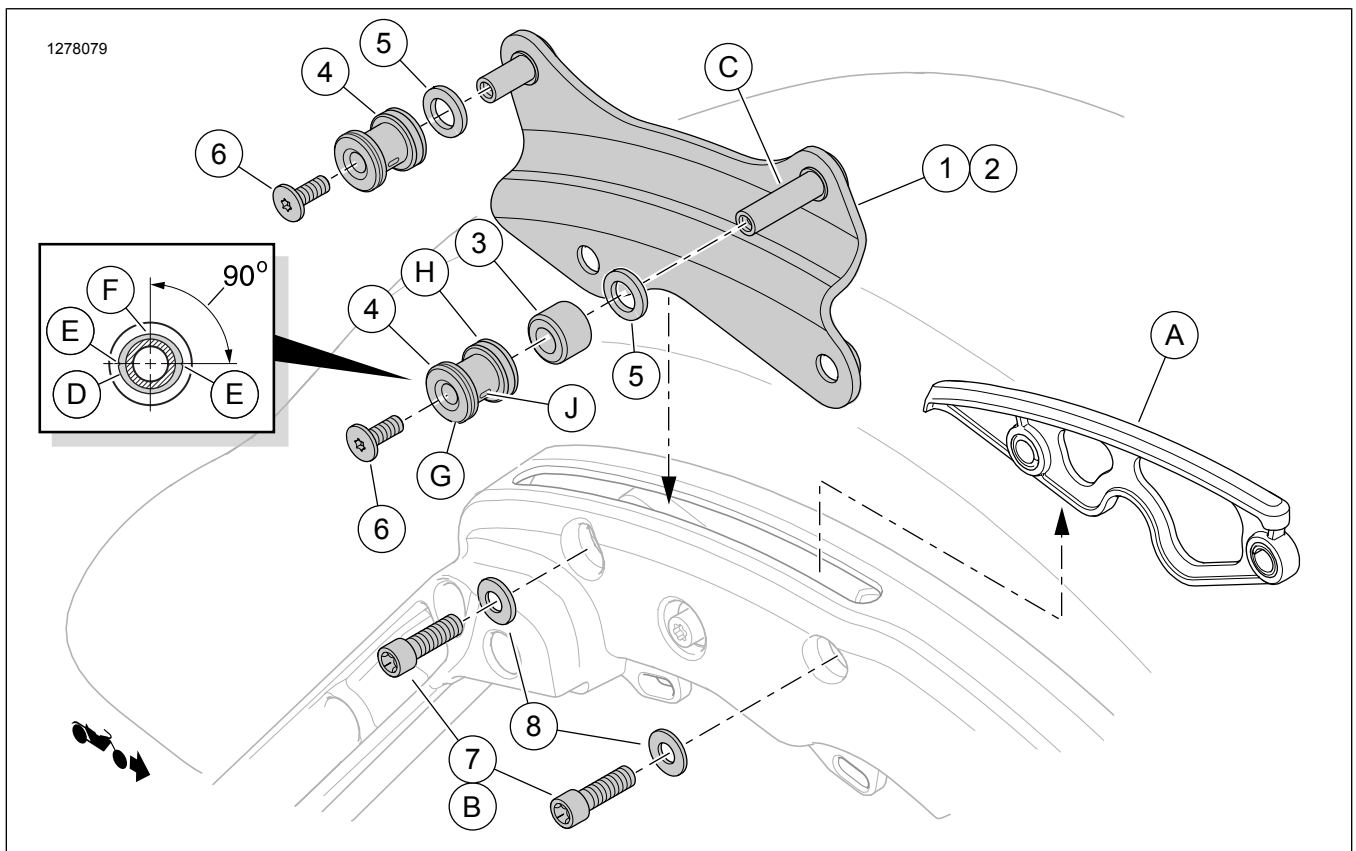
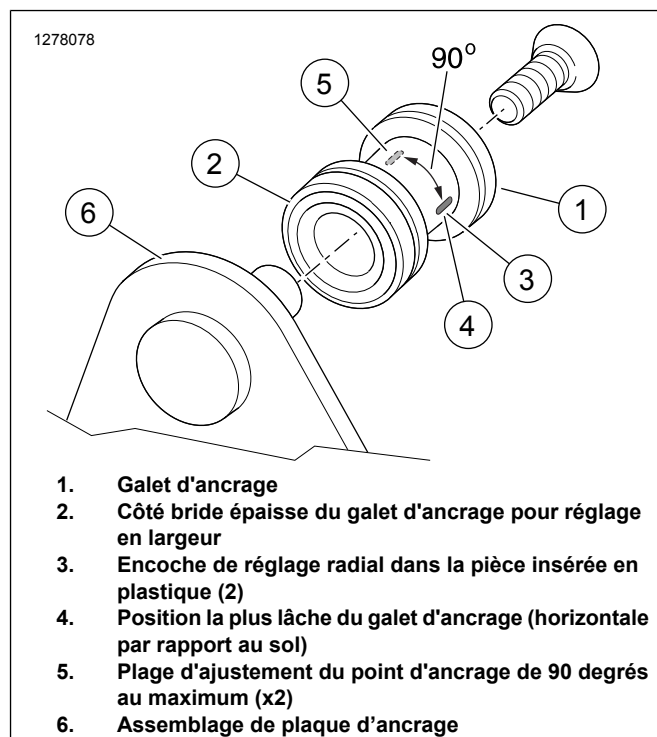

Figure 1. Contenu du kit : Kit de matériel d'ancrage amovible à quatre points d'ancrage réglables
Figure 2. Installation du galet d'ancrage
- Voir Figure 1 . Retirer les deux vis (B) du support de sacoches de chaque côté.
- Soulever les ajouts de cache-fente (A) des emplacements.
Voir Figure 1 . Ne pas installer les entretoises de réglage en largeur (5) à ce stade.
- Installer une entretoise (3) sur la goupille longue (C) de chaque plaque d'ancrage.
- Glisser un point d'ancrage (4), la partie **épaisse (H)** en premier, sur chaque goupille de plaque d'ancrage.
- Installer les vis (6) dans les goupilles de plaque d'ancrage.
- Voir Figure 2 . Tourner chaque point d'ancrage de manière à positionner les encoches à l'horizontale (4).
Voir Figure 2 .
- b. Voir Figure 1 . Retirer la vis (6) et le galet d'ancrage (4) des quatre goupilles de plaque d'ancrage.
- d. Appliquer 2 ou 3 gouttes de frein filet sur le filetage de chaque vis (6). Poser les vis.
- e. Voir Figure 2 . Tourner chaque point d'ancrage de manière à positionner les encoches à l'horizontale (4). Serrer les vis jusqu'au blocage.
- a. Voir Figure 1 . Retirer tous les composants des quatre goupilles de la plaque d'ancrage.
- b. Installer les entretoises de réglage en largeur (5) sur chaque galet d'ancrage.
- c. Installer une entretoise (3) sur la goupille longue (C) de chaque plaque d'ancrage.
- e. Appliquer 2 ou 3 gouttes de frein filet sur le filetage de chaque vis (6). Poser les vis.
- a. Desserrer les vis (6).
- b. Voir Figure 2 . Faire tourner les points d'ancrage (1) légèrement de manière à ce qu'ils ne soient plus à l'horizontale (4).
- d. Continuer de tourner légèrement vers la verticale (5), en quittant l'horizontale (4), jusqu'à obtenir un ajustement serré à chaque emplacement.
5. Voir Figure 1 . Serrer les vis de la goupille de la plaque d'ancrage (6). Serrer.